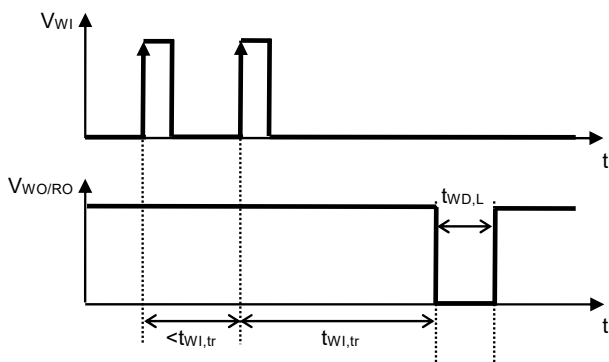

図8 ウォッチドッグトリガ時間
*1. ウォッチドッグタイマがタイムアウトまたはダブルパルスを検出した後、WO / RO端子が "L" を継続する時間 (図8参照)。この値は C_{DLY} で変更可能です。
*2. ウォッチドッグタイマがトリガ信号の検出を開始してから、タイムアウトが検出されWO / RO端子出力が "L" に変化するまでの時間 (図8参照)。この値は C_{DLY} で変更可能です。